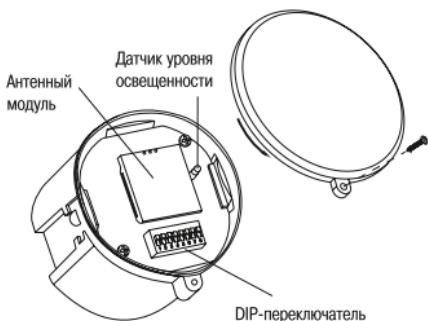

Рисунок 15 – Схема подключения датчика
5.6.3 Настройка параметров ДД-MB601 производится DIP-переключателем, который находится под защитной крышкой. Для доступа к нему необходимо выкрутить винт и открутить по резьбе защитную крышку (рисунок 15).